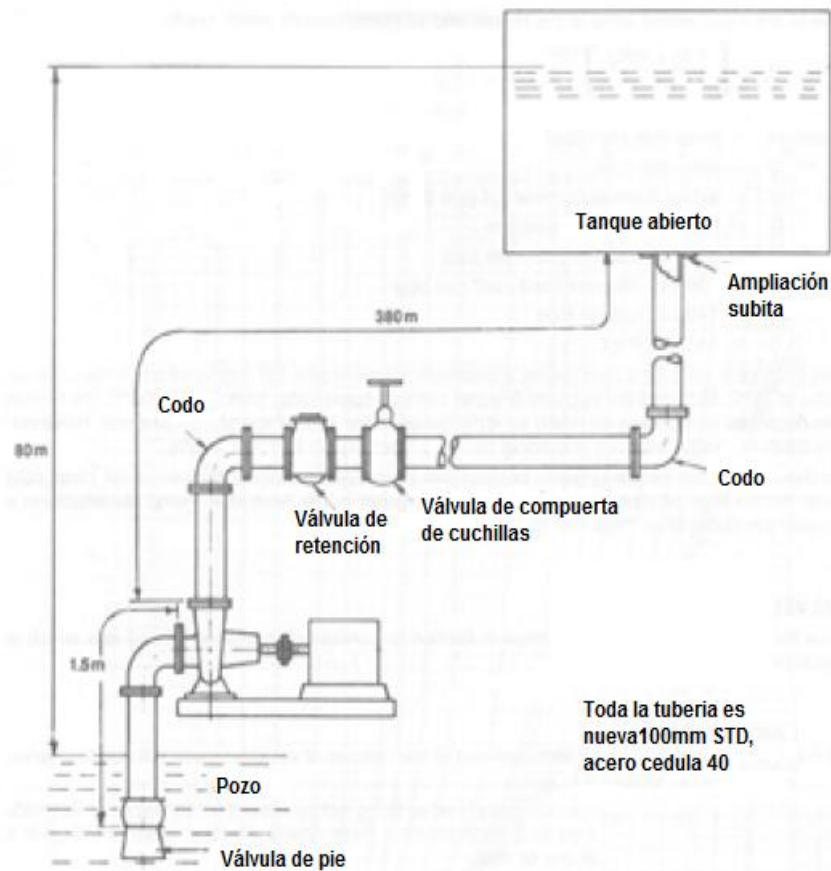

Figura 2. Ejemplo de detalles de registro para una configuración de tuberías del sistema de bombeo.
- Recopilar datos para definir la configuración del sistema de bombeo (referirse a la **Figura 2**).